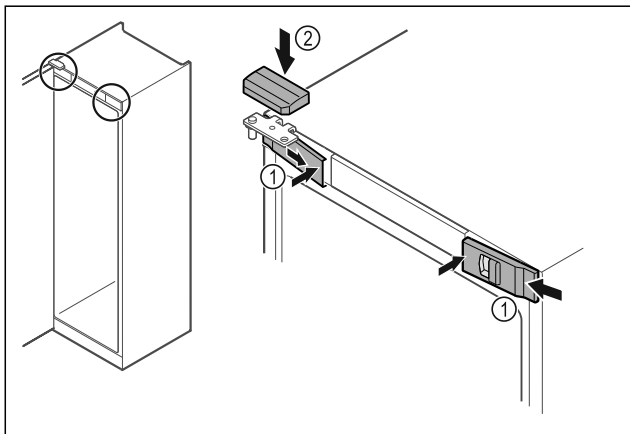

Fig. 44
- ▶ Kiinnitä etusuojukset Fig. 44 (1) sivulta ja lukitse sisäpuolelta paikalleen.
- ▶ Paina ylempi suojus Fig. 44 (2) yläkautta paikalleen.